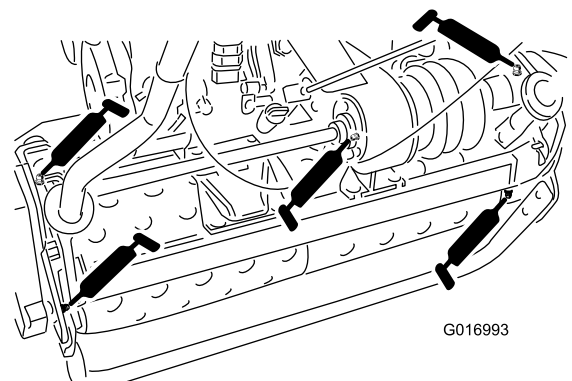

図 18
- ・ ドラムの回転軸2ヶ所 図 18
- ・ デファレンシャル3ヶ所 図 18